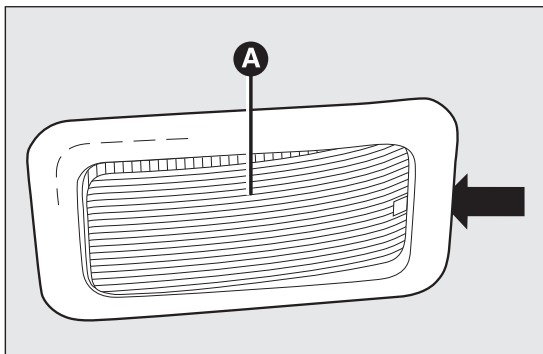

fig. 120
- mediante il cacciavite in dotazione, estrarre la plafoniera A fig. 120 agendo nel punto indicato dalla freccia;